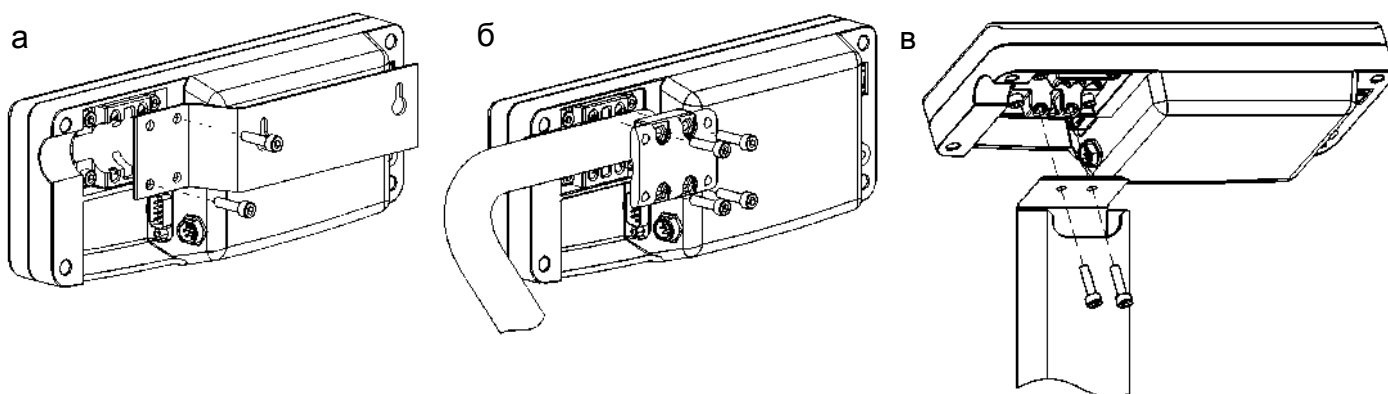

Рисунок 5.4 - Варианты крепления устройства индикации:
- подсоединить двумя винтами М5х20 кронштейн к устройству индикации (рисунок 5.4а);
- закрепить устройство индикации на стойке кронштейном, затянув четыре винта M5x30 с небольшим усилием (рисунок 5.4б). Излишек кабеля заправить в стойку со стороны устройства индикации;
- закрепить двумя винтами М5х20 устройство индикации на стойке (рисунок 5.4в). Излишек кабеля заправить в стойку.